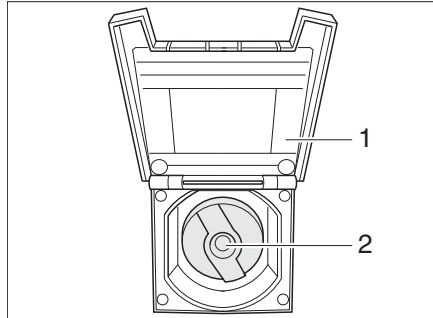

Bild 285 Verschlussdeckel für Trinkwasser-Einfüllstutzen
- Abdeckklappe (Bild 285,1) zum Trinkwasser-Einfüllstutzen öffnen.
- Schlüssel in Schließzylinder (Bild 285,2) stecken und eine viertel Umdrehung entgegen dem Uhrzeigersinn drehen.
- Trinkwasser-Einfüllstutzen (Bild 285) öffnen.